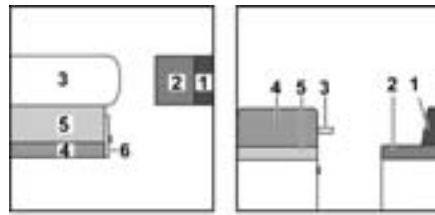

Bild 131 Vor dem Umbau
- Tisch (Bild 131,3) vergrößern und den vergrößerten Hängetisch zum Bettunterbau umbauen (siehe Abschnitt 7.7).
- Griff ziehen und Klappe (Bild 131,6) öffnen.